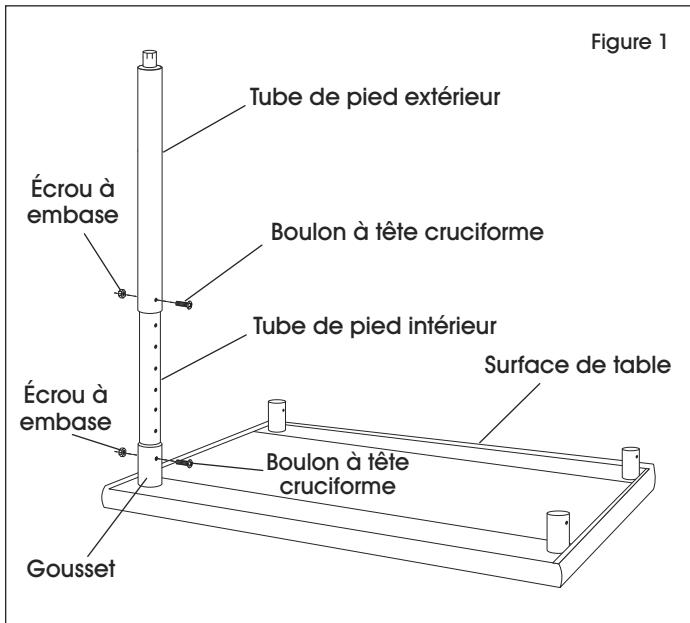

Figure 1
1. Avec la surface de table posée à l'envers, placez le tube de pied intérieur dans le gousset. Fixez le tube de pied intérieur au gousset avec un boulon à tête cruciforme et un écrou à embase en vous servant de la clé de 10 mm et du tournevis cruciforme. (Voir Figure 1)
2. Placez le tube de pied extérieur sur le tube de pied intérieur à la hauteur souhaitée. Fixez les tubes ensemble avec un boulon à tête cruciforme et un écrou à embase en vous servant de la clé de 10 mm et du tournevis cruciforme. Fixez les autres pieds à la même hauteur. (Voir Figure 1)